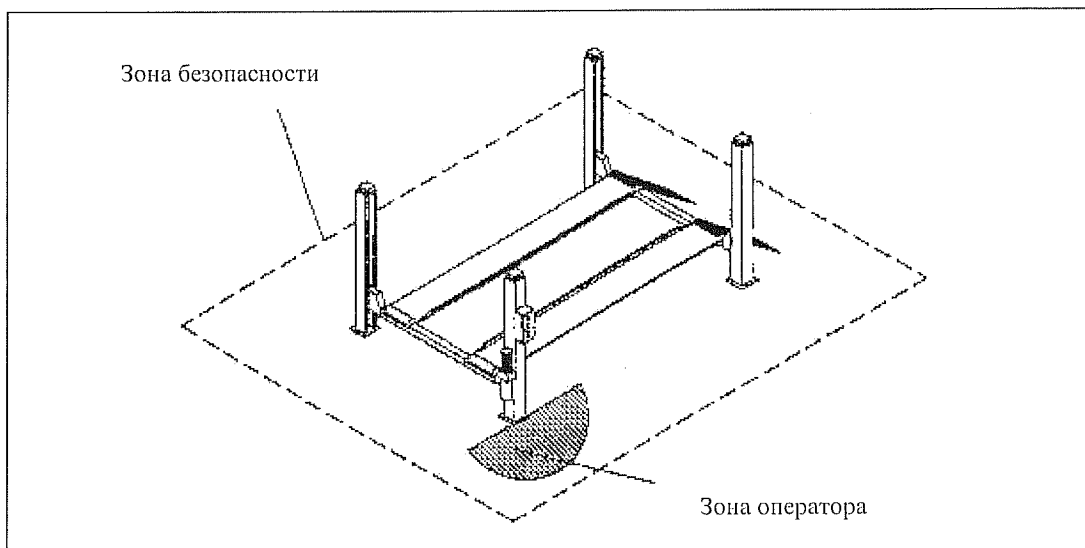

Рис.19
- не входите в зону безопасности во время подъема автомобиля на подъемнике (см. Рис.19),